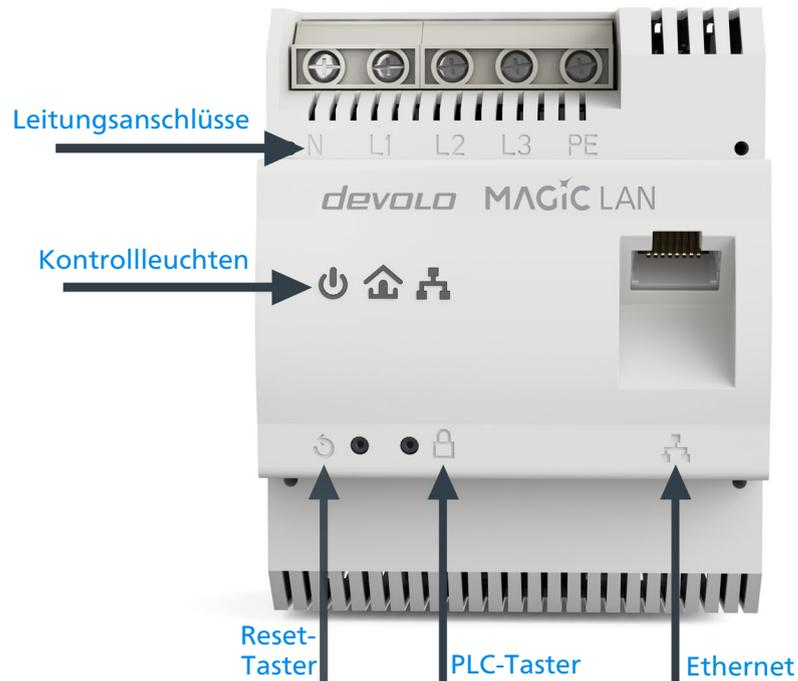

Abb.2
Hier verbinden Sie die Stromleiter mit den entsprechenden Leitungsanschlüssen (siehe Abb. 2).
Hier verbinden Sie den devolo Magic 2 LAN DINrail über das mitgelieferte Netzkabel (siehe Abb. 2) mit dem Internetzugangsggerät.
PLC (Abb. 2)
Ethernet (Abb. 2)
- oder per **PLC-Taster** (siehe Abb. 2)
Um den devolo Magic-Adapter neu zu starten, drücken Sie den **Reset-Taster** (siehe Abb. 2). Die LEDs schalten sich währenddessen aus.